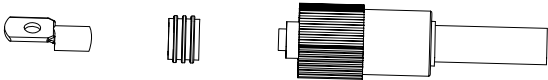

Figura 3.3
a) Passe o condutor através do terminal. (conforme ilustrado na figura 3.3)